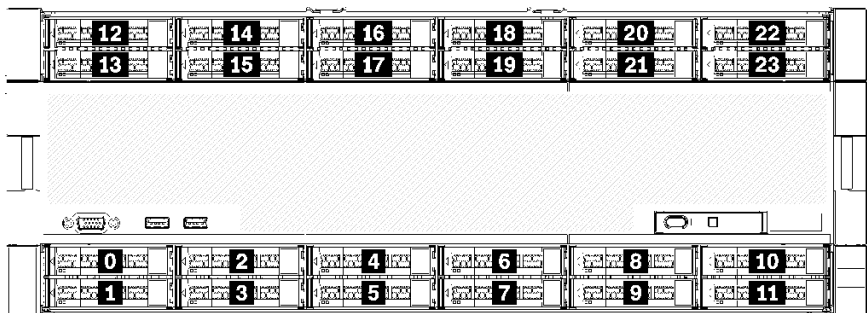

図7. ドライブ・ベイの位置
- 上から 2 台のドライブでは SAS、SATA、または NVMe インターフェース・ドライブがサポートされています (Lenovo AnyBay)。このサーバーは、サーバー構成に応じて最大 12 台の NVMe ドライブをサポートできます。20 ページの図 7「ドライブ・ベイの位置」に示されているように、NVMe 対応ドライブ・ベイは偶数のベイです。